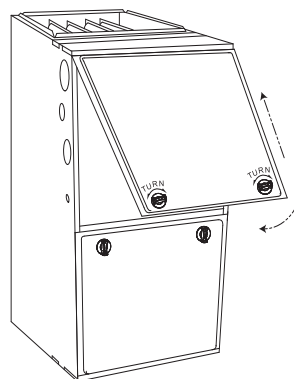

Fig. 13 – Panneau de service de la chaudière remis en place (configuration à tirage ascendant)
7. Remplacez la porte principale de la chaudière. Consultez la Fig. 13.
6. Remplacez la porte principale de la chaudière. Consultez la Fig. 13.